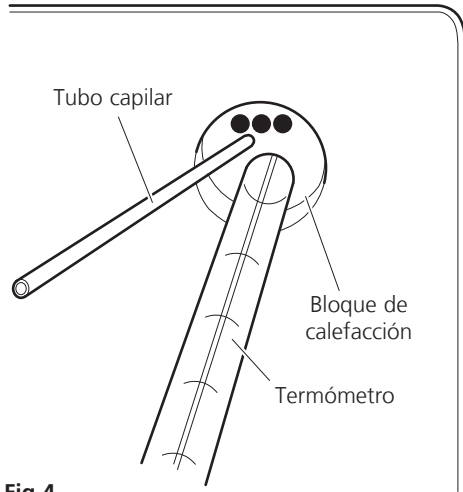

Fig 4
3. Colocar el capilar ya lleno de muestra, dentro de uno de los tres orificios del bloque de calefacción, (ver fig 4).